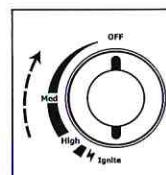

Рис. 1
- Перед использованием плиты убедитесь, что регулятор силы горения находится в положении «Выкл» (Рис. 1).